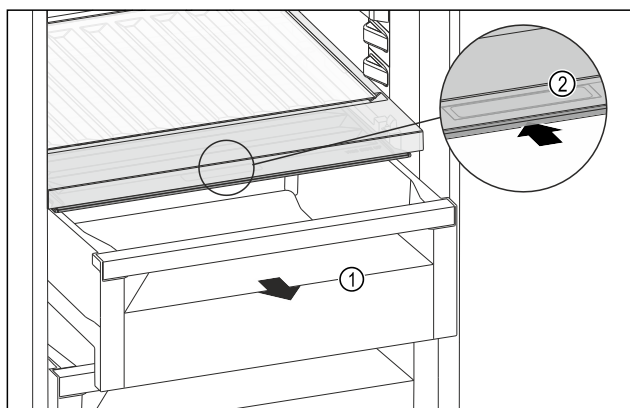

Fig. 198
- Zásuvku Fig. 198 (1) vytáhněte.
- Uchopte prohlubeň pro rukojeť Fig. 198 (2) na víku zásuvky a současně zasuňte víko zásuvky směrem dozadu.